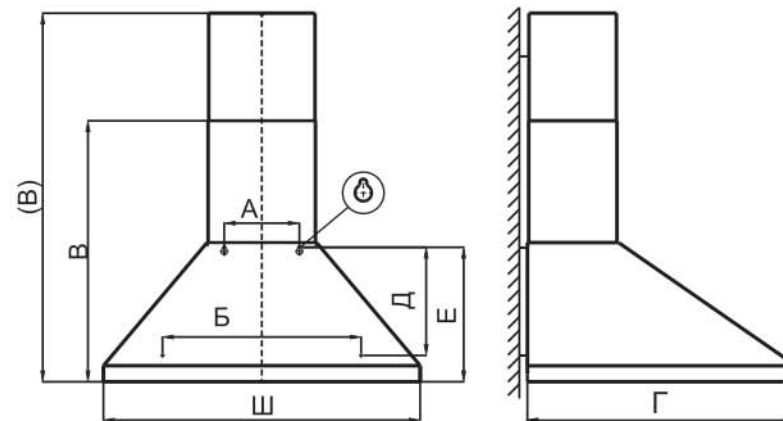

РИС. 3
**(В)** - высота зонта с максимально выдвинутой верхней фальштрубой (рис.3).
- 6.1 Крепление вытяжного зонта (рис.3):